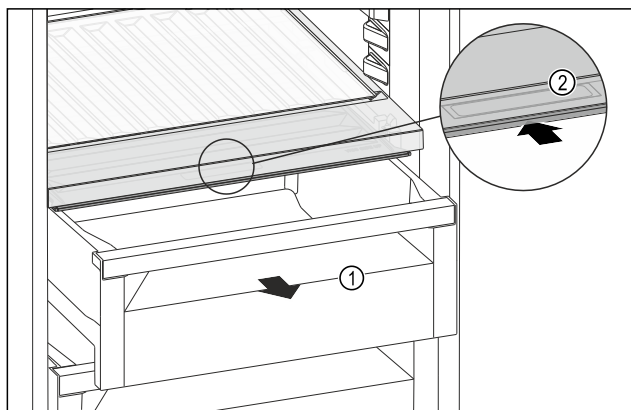

Fig. 129
- ▶ Zásuvku Fig. 129 (1) vytáhněte.
- ▶ Uchopte prohlubeň pro rukojeť Fig. 129 (2) na víku zásuvky a současně zasuňte víko zásuvky směrem dozadu.